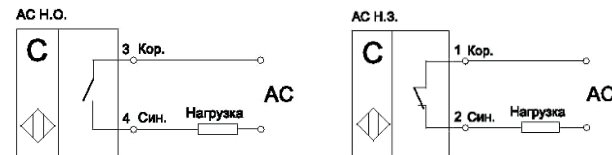

Рисунок 2 - Схемы подключения
3.3 Выключатели подсоединяются по 2-х проводной схеме (рис. 2). Подключение нагрузки производится последовательно в цепь питания к любому из выводов. Соответствие выводов и схема подключения маркированы на корпусе каждого выключателя.